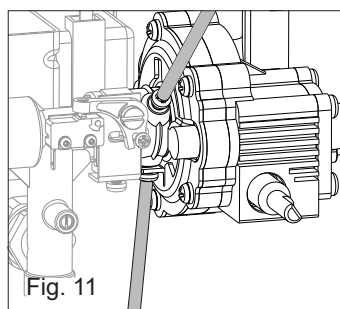

Fig. 11
- Allentare le viti indicate in fig. 11